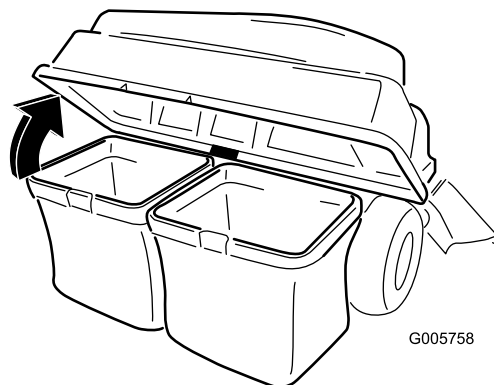

Figura 26
3. Abra (levante) la tapa del ensacador (Figura 26).